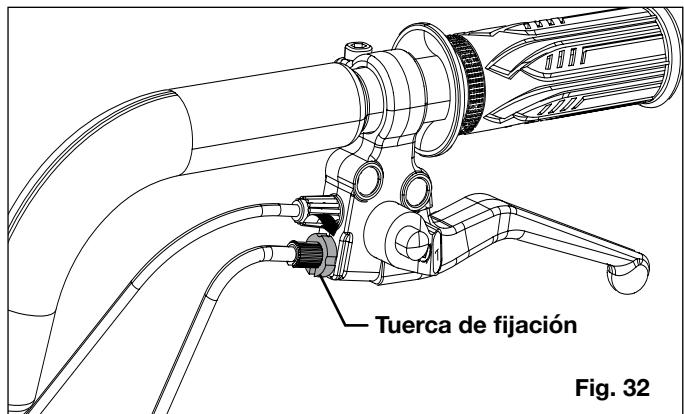

Fig. 32
5. Apriete la tuerca de fijación solo girándola en sentido horario (Fig. 32).